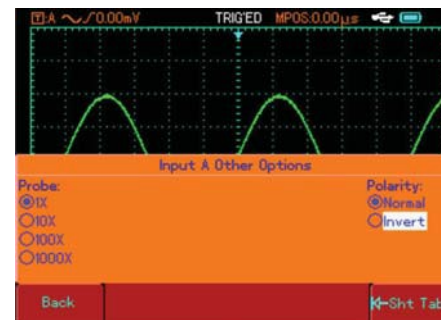

Figura 2-13 Configuración inversa
Onda invertida: Indica que la señal está 180° invertida en relación al nivel del canal de la tierra. El siguiente ejemplo muestra la configuración para la señal invertida. Presione (A) para encender el canal A, presione (F5). Seleccione "others" y elija polaridad inversa, como se muestra en la Figura 2-13.